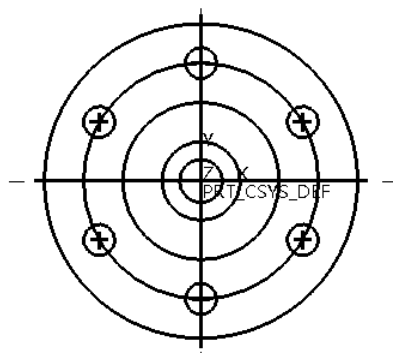

图 2-123 导入的图形
- 04** 在图形区中不难发现,原本是基准中心线,现在全都变成了轮廓实线,如图 2-123 所示。